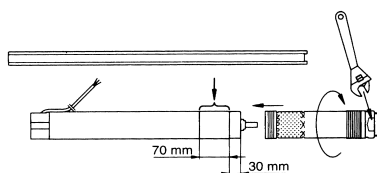

図3
(図3参照)
3. ポンプを電動機にねじ込み、ポンプの吐出部を工具ではさみ、回してください。(55Nm) (図3参照)